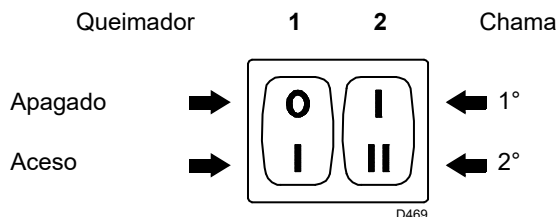
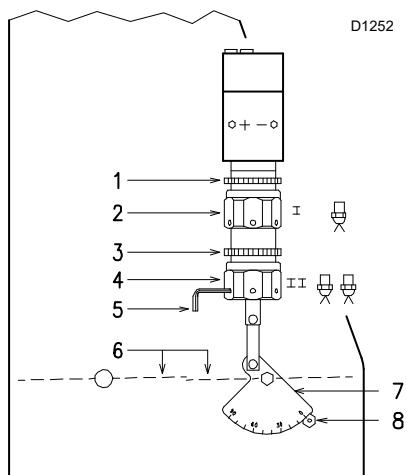

Fig. 20
Fig. 21
- Colocar em funcionamento o queimador fechando os termóstatos e com o interruptor 1)(pag. 18, Fig. 20) na posição "ACE-SO". A bomba deve rodar no sentido da seta que está marcada na cobertura.
- Quando o gasóleo sai pelo parafuso 3), indica que a bomba está alimentada. Parar imediatamente o queimador: interruptor 1)(pag. 18, Fig. 20) na posição "DESLIGADO" e aparafusar o parafuso 3).
Colocar o interruptor 1)(Fig. 20) na posição “ACESO”.
Manter o queimador funcionando na 1ª chama, colocando o interruptor 2)(Fig. 20) na posição 1ª chama. A abertura do registo 6)(Fig. 21) deve ser proporcional à da boquilha escolhida: o índice 8)(Fig. 21) deve corresponder com o número da posição indicada no sector graduado 7)(Fig. 21). A regulação faz-se rodando o hexágono 2)(Fig. 21):
Colocar o interruptor 2)(Fig. 20, pag. 18) na posição 2ª chama e regular o registo 6)(Fig. 21) actuando sobre o hexágono 4)(Fig. 21), depois de se ter aliviado o aro 3)(Fig. 21).
para facilitar a regulação dos hexágonos 2) e 4)(Fig. 21), utilizar uma chave hexagonal de 3 mm 5)(Fig. 21).